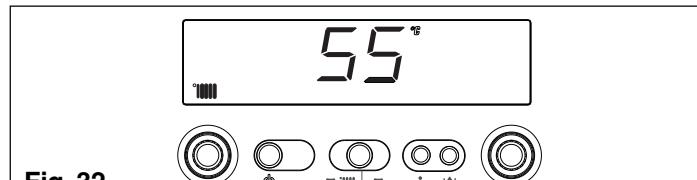

Fig. 32
**Info 3** affiche la température de chauffage configurée (fig. 32)